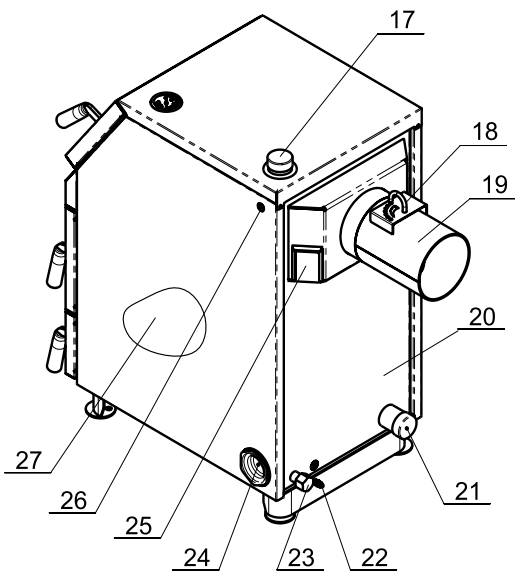

Рис.1 Конструкция отопительного котла
4.6.4. Эксплуатировать котел при неполном заполнении системы отопления водой и с открытыми дверцами (поз.12,13,16) (см. рис.1).
5.1. Котел (рис. 1) состоит из корпуса (поз. 20), топки (поз. 3), теплообменника (поз. 1), дымохода (поз. 19).